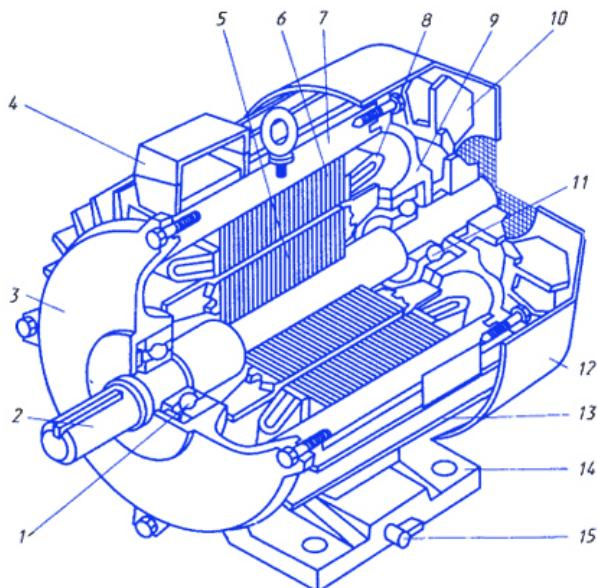

Рисунок 9.1 – Асинхронный двигатель
Неподвижная часть асинхронного двигателя называется *статор*, подвижная – *ротор* (рисунок 9.1). Сердечник статора набирается из листовой электротехнической стали и запрессовывается в станину. Станина (1) выполняется литой, из немагнитного материала. Чаще всего станину выполняют из чугуна или алюминия. На внутренней поверхности листов (2), из которых выполняется сердечник статора, имеются пазы, в которые закладывается трёхфазная обмотка (3). Обмотка статора выполняется в основном из изолированного медного провода круглого или прямоугольного сечения, реже – из алюминия. Обмотка статора состоит из трёх отдельных частей, называемых *фазами*. Начала фаз обозначаются буквами C_1, C_2, C_3 , концы – C_4, C_5, C_6 .